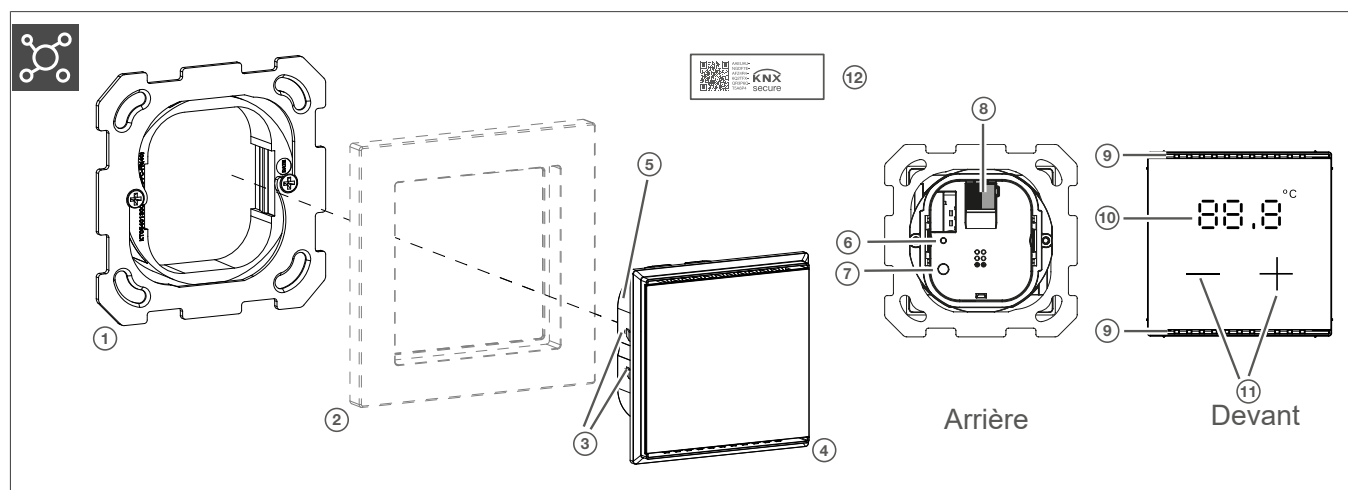

Fig. 2 : Composition de l'appareil
- 3 Appuyer sur le bouton de programmation (Fig. 2/7: Composition de l'appareil).
La LED d'adressage physique (Fig. 2/6: Composition de l'appareil) s'allume.